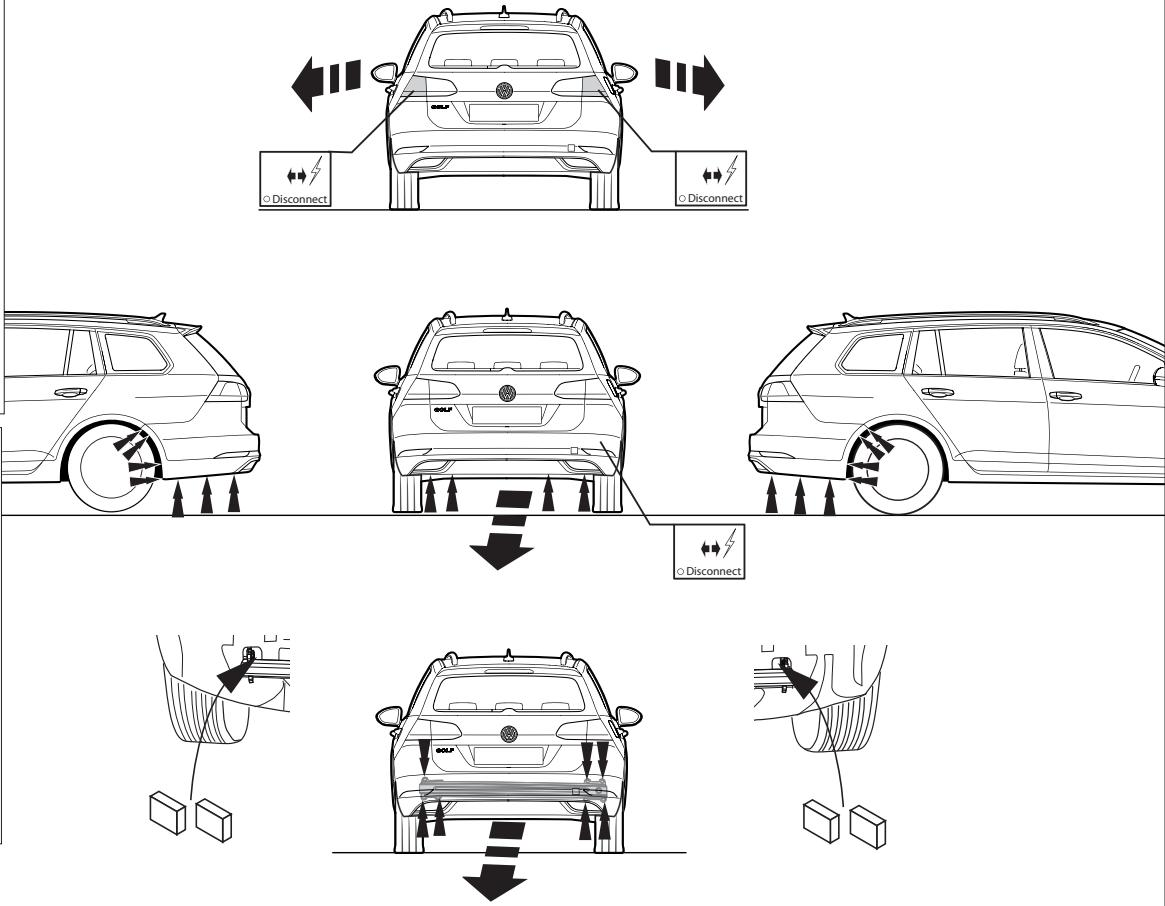

Fig. 1
2. Снять бампер вместе со стальным буферным бруском автомобиля буферный брус больше не понадобится. Поставить болты на место. См. рисунок 1.